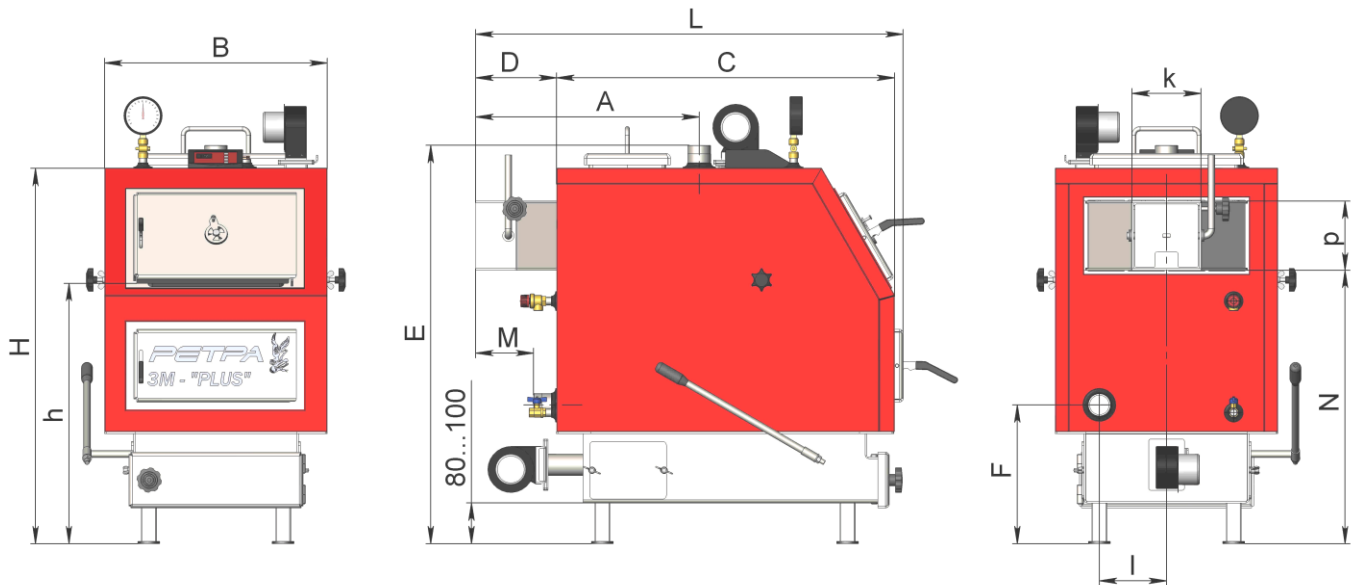

Рис.2 Котли модельного ряду «Петра-3М»
3.2 Будова котла показана на Рис 1. Монтажні розміри котлів наведені на Рис. 2 та в таблиці 2: